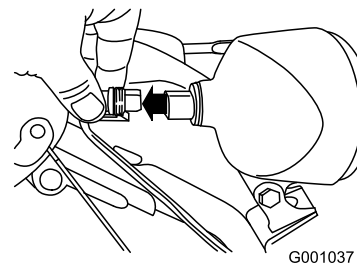

Figure 60
1. Débranchez le connecteur à l'arrière du phare (Figure 60).